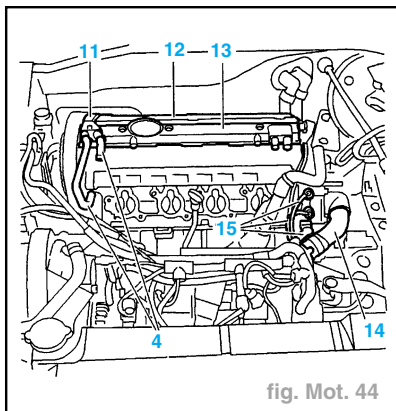

fig. Mot. 44
- Déposer la vis (10).
- les fixations (5) du répartiteur d'air (6) vis et 2 écrous).
- Déclipper les éléments du support (7).
- Déposer le couvercle (11) (fig. Mot. 44).
- Écarter les durits de carburant (4).
- Déconnecter le boîtier des bobines d'allumage (12).
- le boîtier des bobines d'allumage (12).
- les couvercles (13).
- la durit encliquetable (14).